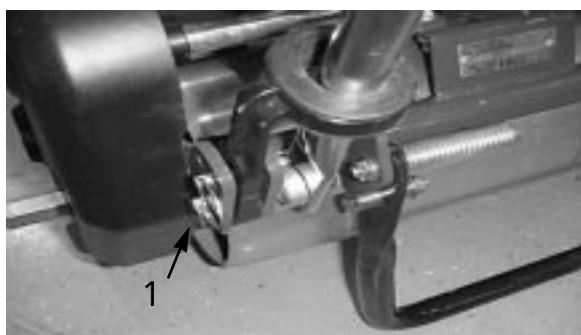

図5
1. 機体左右のリング・ピンからヘアピン・コッターを抜き取る(図5)。